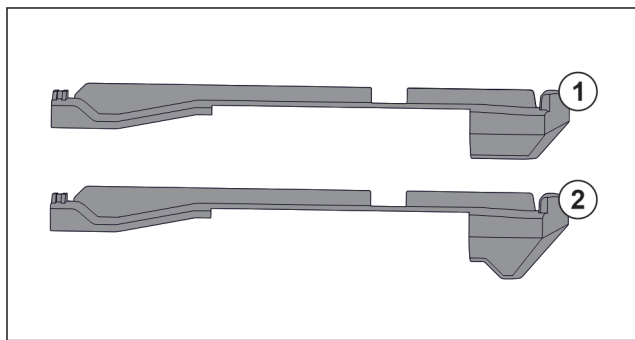

Fig. 31 Porovnání nasazovacích dílů
V přístroji se nacházejí dva různé nasazovací díly. Nasazovací díl nad nejspodnější zásuvkou Fig. 31 (2) má hranu trojúhelníkového tvaru. Všechny ostatní nasazovací díly Fig. 31 (1) mají rovnou hranu.
- ▶ Nasazovací díl Fig. 31 (2) s hranou trojúhelníkového tvaru připevněte nad nejspodnější zásuvkou.
- ▶ Nasazovací díl Fig. 31 (1) s rovnou hranou připevněte na všech ostatních místech.